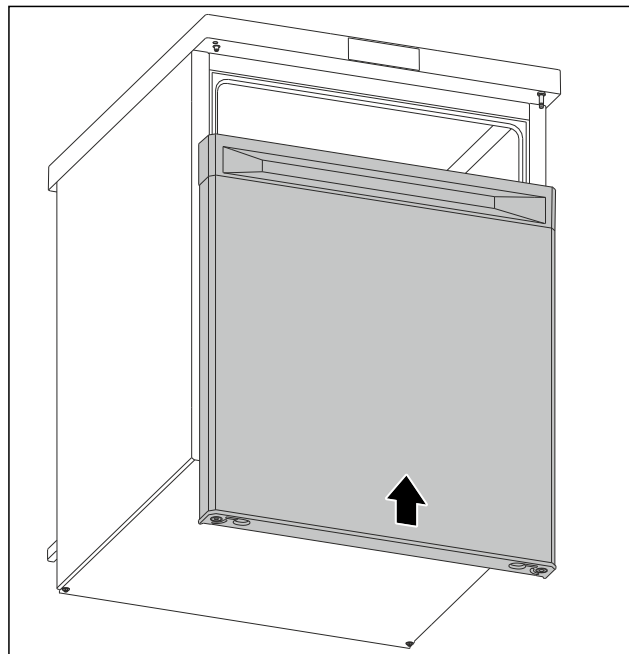

Fig. 17
- Tür im geschlossenen Zustand auf oberen Bolzen schieben. (siehe Fig. 17)